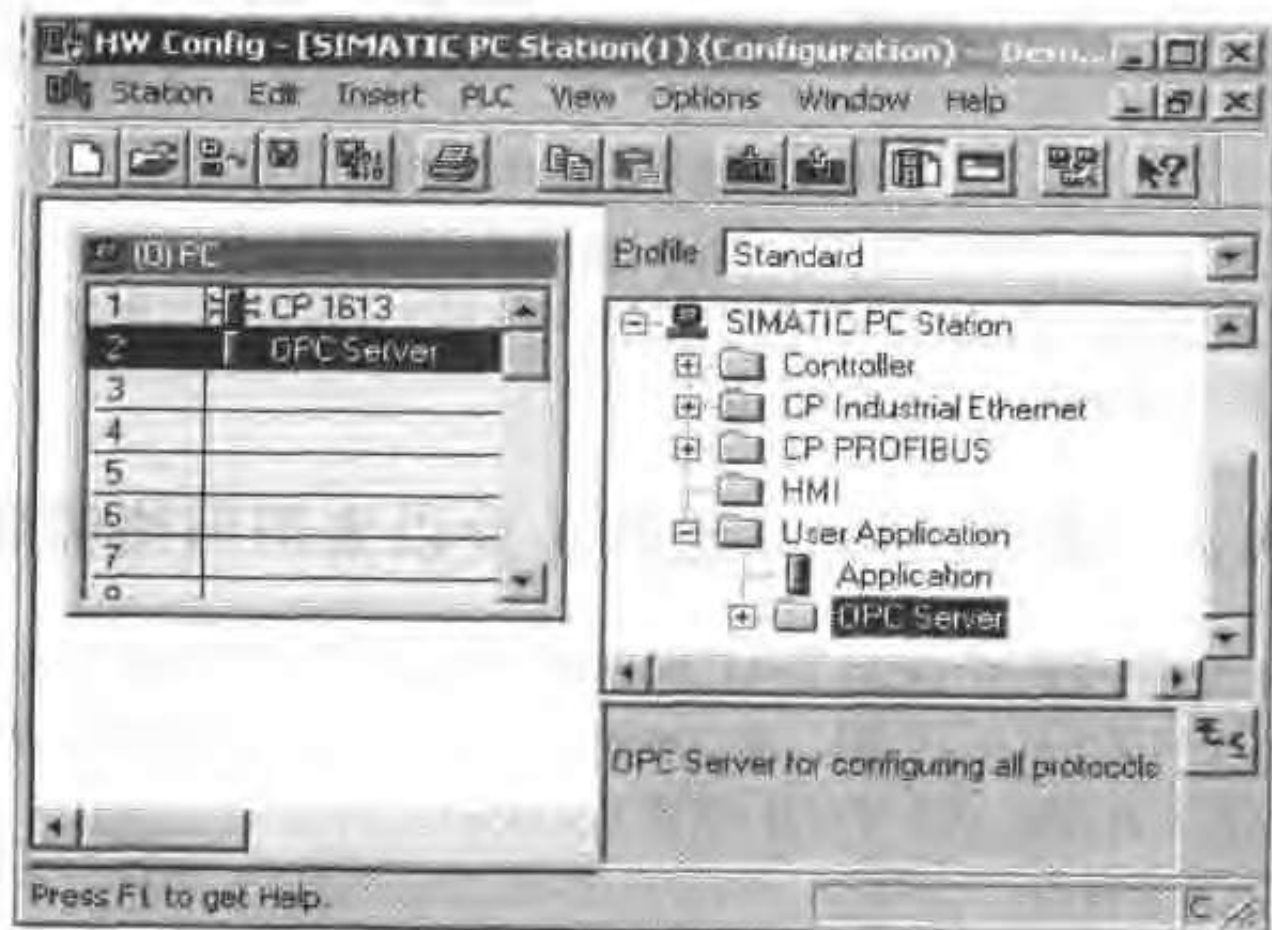

图 13-25 在 STEP 7 中增加 OPC Server
- 打开 PC 站的硬件配置,增加 OPC Server 应用,如图 13-25 所示。